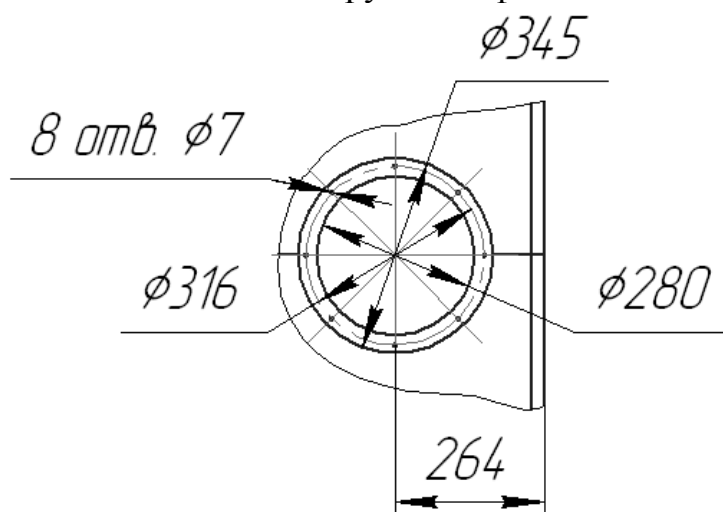

Рисунок 4 – Фланец зонта
5.10. Присоедините зонт к системе вентиляции. Размеры фланца зонта изображены на рис. 4. **Категорически запрещается** присоединять установку к неисправной системе вентиляции (нерабочей системе, системе, в которой возможно появление избыточного давления), глушить фланец зонта. Во избежание деформации элементов установки система вентиляции должна иметь собственное крепление к элементам здания, систему компенсации температурных напряжений и не создавать нагрузок на фланец зонта.